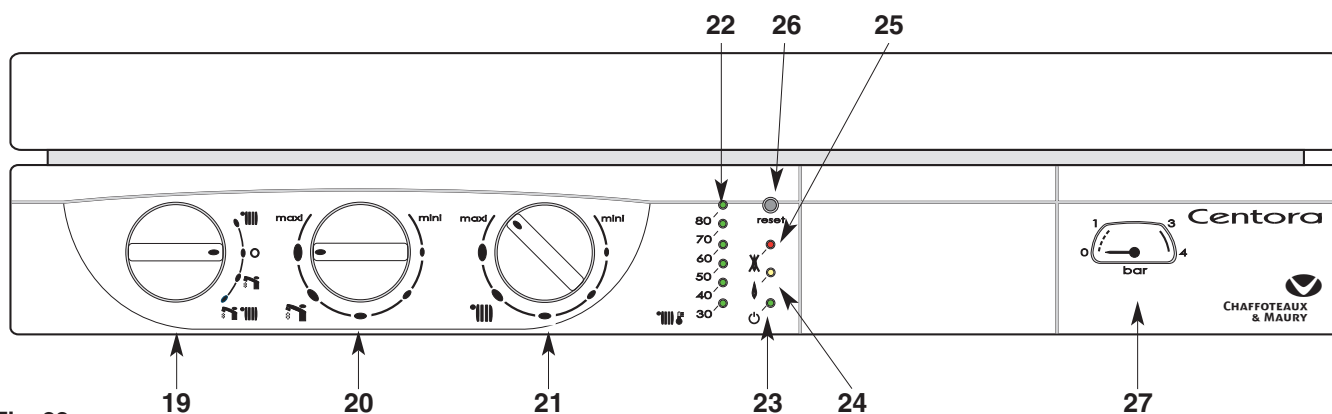

Fig. 22
Tableau de bord (fig. 22)
- Placez le commutateur **19** (fig. 22) en position «   » voyant vert **23** allumé ; le voyant orange **24** (fig. 22) s'allume chaque fois que le brûleur entre en fonction.
Le bouton de réglage du chauffage **21** «  » (fig. 22) donne la possibilité d'ajuster la température de l'eau du circuit de chauffage en fonction des besoins saisonniers.
L'indicateur **22** «  » (fig. 22) affiche cette température.
- Placez le commutateur **19** en position « **O** » le voyant vert **23** (fig. 22) reste allumé. La fonction hors gel de la chaudière reste active.
*Ne pas oublier de le rouvrir en début de saison de chauffage, lorsque l'on replace le commutateur **19** (fig. 22) en position «   ».*